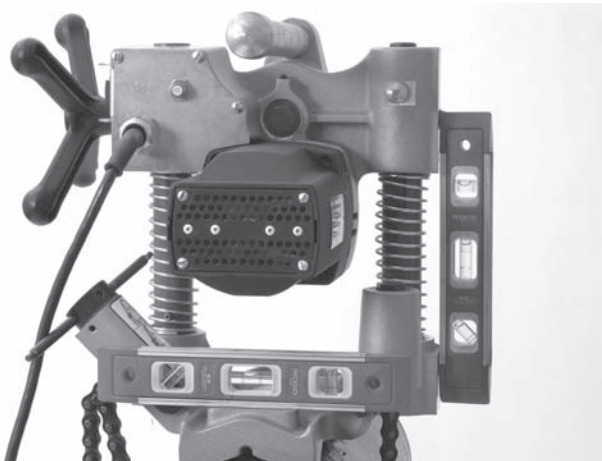

Figuur 8 – Inhaken van de ketting
4. Houd altijd minstens één hand op het basisgeheel om het te stabiliseren en geleiden. Pak het uiteinde van de ketting beet en span ze stevig rondom de buis. Wanneer u aan de ketting trekt, wordt er een veer samengedrukt aan het bevestigingsuiteinde van de ketting. Haak de dichtstbijzijnde kettingpen vast aan de kettinghaak – de veerspanning zorgt ervoor dat de ketting met de kettinghaak verbonden blijft. Draai het krukgeheel stevig aan om de basis op de buis te bevestigen. (Zie figuur 8.)